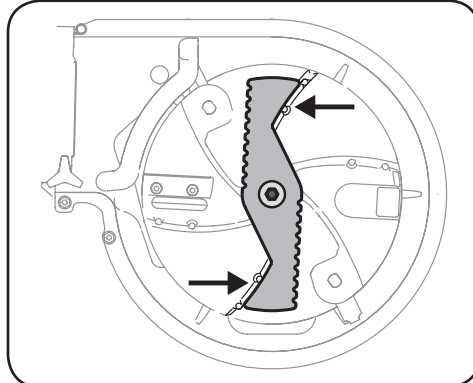

Figura 5-17
9. Coloque una hoja de repuesto (Número de pieza 742-05239) con los elementos de ferretería que extrajo anteriormente. Vea la Figura 5-17.